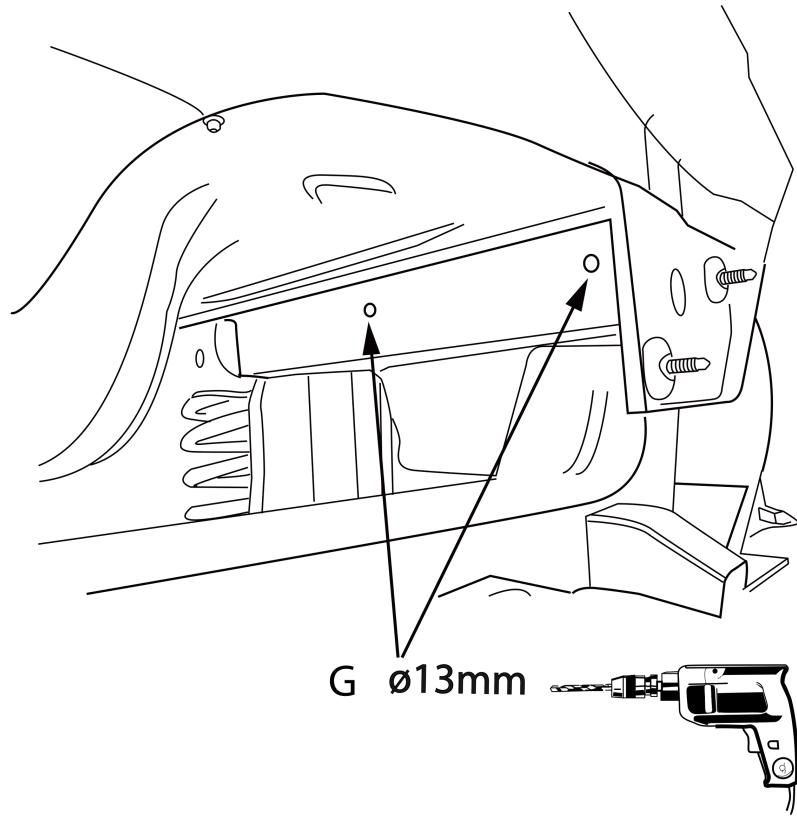

Fig. 4
4. Pросверлить отверстия G. на нижней стороне шасси диаметром 13. мм. См. рисунок 4.